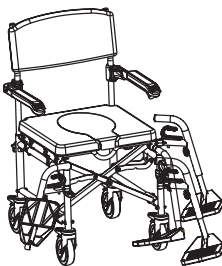

Fig.17
- Añadir los estribos lateralmente y girarlos hacia delante hasta bloquearlos (Fig.17);